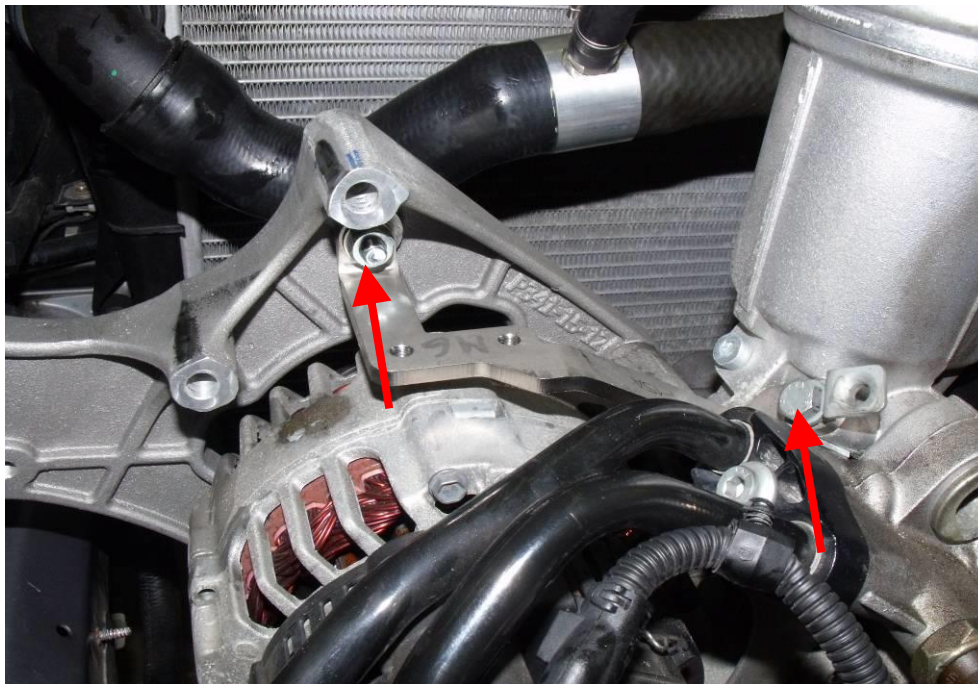

Abbildung 11
- Die lange Seite der dreieckigen Grundfläche des Klebestutzens bildet einen rechten Winkel (90°) mit der Achse der Rille in der Ölwanne (Abbildung 11)
- Ölrücklaufschlauch mit Schlauchschelle auf Stutzen montieren und an Servoölleitung mit Kabelbinder sichern (1) in Abbildung 11